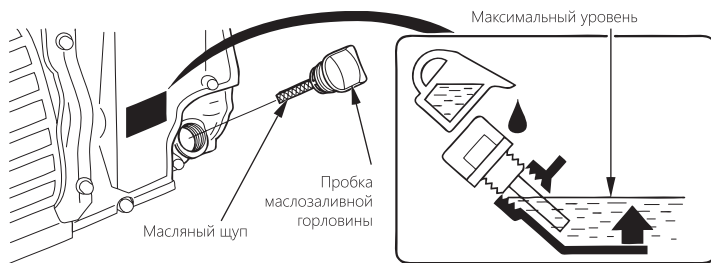

Рис. 3. Проверка уровня масла
4.2. Проверьте уровень масла (рис. 3)